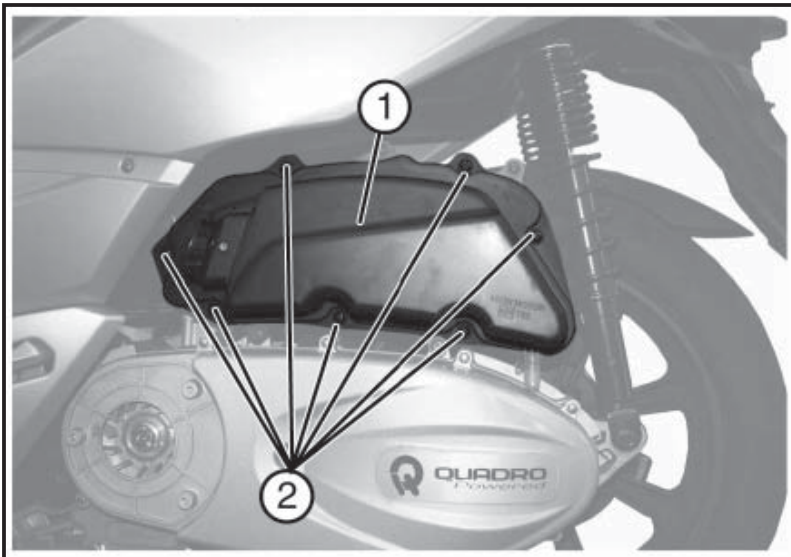

Fig. 02
- Desatornille los siete tornillos «2 - Fig. 02».
- Quite la tapa de la caja filtro «1 - Fig. 02».